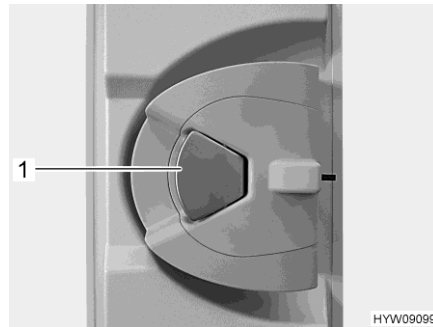

Fig. 17 Cerradura de la puerta (puerta de entrada en el interior)
- Cuando la cerradura de la puerta está bloqueada: Tirar una vez del tirador de la puerta (Fig. 17,1). La puerta está desbloqueada.
- Tirar del tirador de la puerta (Fig. 17,1). La puerta está abierta.
- Presionar el tirador de la puerta (Fig. 17,1).